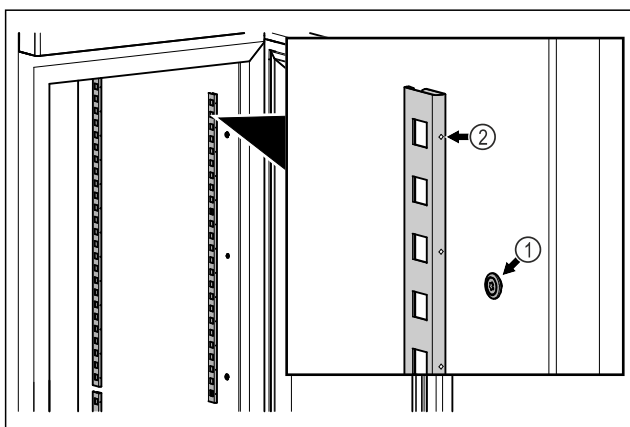

Fig. 79 Eksempelfremstilling
- Hekt sperrelistene inn i opphenget Fig. 79 (1). Markeringen Fig. 79 (2) må peke fremover.